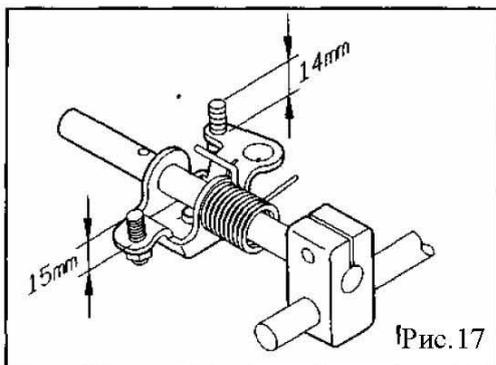

Рис.17
1. Заводская установка высоты поднятия лапки, использующая контроллер, составляет 10 мм. (Рис. 17,18)